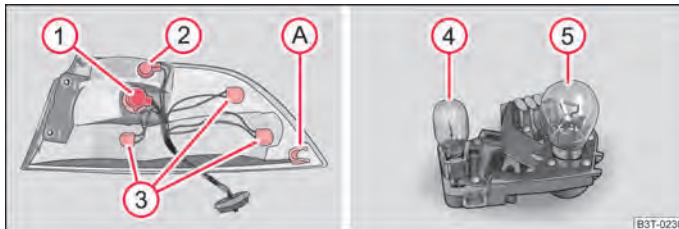

Abb. 208 Äußerer Teil der Heckleuchteinheit: Lampen / innerer Teil der Heckleuchteinheit: Lampen
- Zum Wiedereinbau führen Sie zuerst die Heckleuchteneinheit mit der Aufnahme A ⇒ Abb. 208 nach vorn auf einen Bolzen an der Karosserie.
- Zum Wechseln einer Lampe des Rückfahrcheinwerfers ④ → Abb. 208 ziehen Sie die defekte Lampe aus der Fassung heraus und setzen Sie eine neue ein.
- Zum Wechseln der Lampe der Nebelschlussleuchte ⑤ → Abb. 208 drehen Sie die defekte Lampe bis zum Anschlag nach links und nehmen Sie diese heraus.
Einbauanlage der Lampen in der äußeren Heckleuchteinheit → Abb. 208 - links.
- ① - Blinklicht
- ② - Standlicht / Bremslicht
- ③ - Standlicht
■ Einbauanlage der Lampen in der inneren Heckleuchteinheit → Abb. 208 rechts.
- ④ - Rückfahrcheinwerfer
- ⑤ - Nebelschlussleuchte